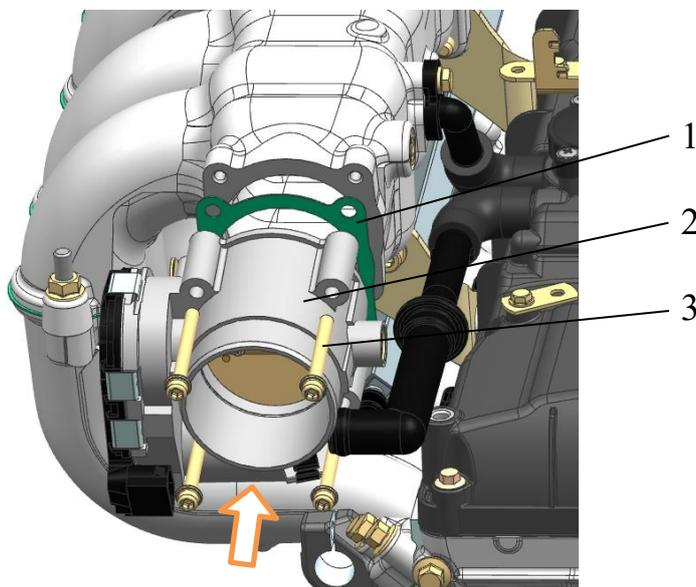

Рис.184. Установка дроссельного модуля:
2. Установить и закрепить к ресиверу дроссельный модуль 2 (рис.184) с прокладкой 1, завернув винты 3 моментом 5,9...8,8 Н·м (0,6...0,9 кгс·м).